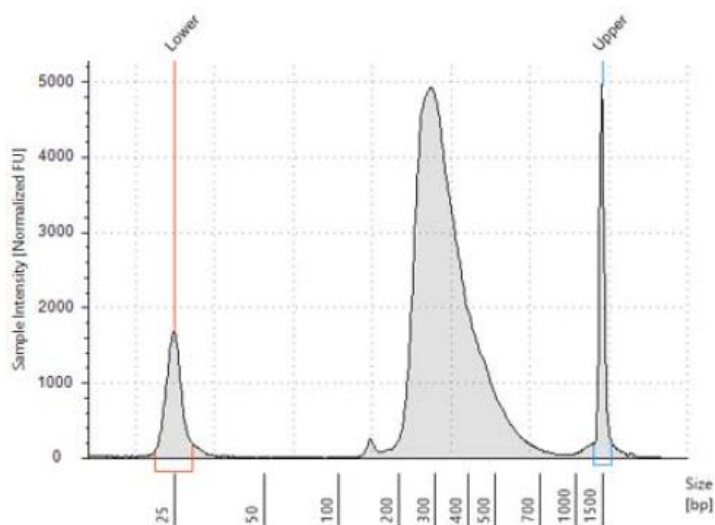
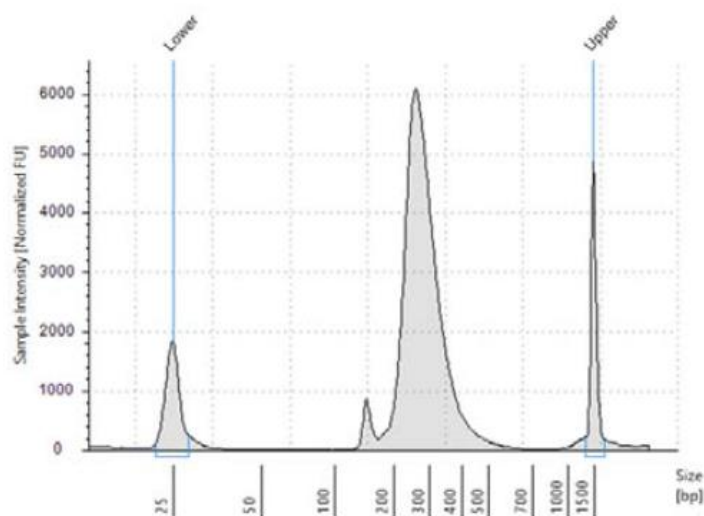

図 2 質の高い RNA サンプル (Human Reference total RNA) から調製された pre-capture ライブラリの D1000 ScreenTape での泳動図
図 3 典型的な FFPE 由来 RNA サンプルから調製された pre-capture ライブラリの D1000 ScreenTape での泳動図
3. エレクトロフェログラムで、DNA 断片長が想定されるサイズか確認します（ガイドラインは表 23 を参照してください）。質の高い RNA サンプル（図 2）、FFPE 由来サンプル（図 3）から調製したライブラリを TapeStation で泳動した例を示します。